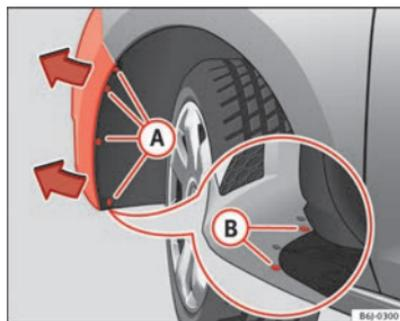

Fig. 162 Fero antiniebla: acceso al conector y al portalámparas
- Retire los 4 tornillos **A** ⇒ fig. 162 del interior del pasa rueda y los 2 tornillos inferiores **B** ⇒ fig. 162 del parachoques precisando para ello de un destornillador. ▶